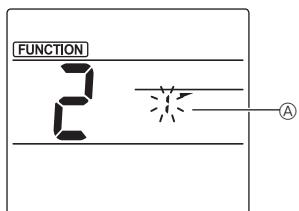

Fig. 3-2
- ② Valg af ventilatorvingenummer (Fig. 3-2)